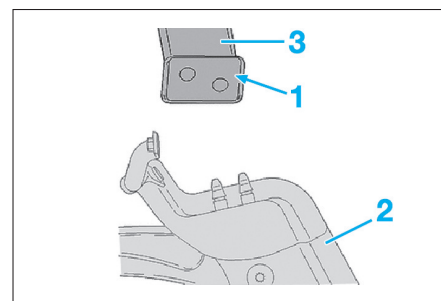

Fig. 13
- Contrôler et remplacer si nécessaire les caoutchoucs (1) (Fig.13) entre l'allonge de berceau (2) et le berceau (3)